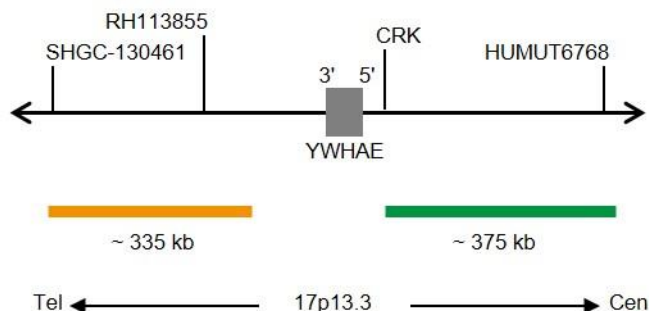

Abb. 1: SPEC YWHAE Sondenlokalisation (nicht maßstabsgetreu)
- ZyGreen (Anregung 503 nm/Emission 528 nm) markierten Polynukleotiden (~10 ng/μl), die gegen Sequenzen in 17p13.3\* (chr17:1,339,752-1,716,668) gerichtet sind, welche proximal zur YWHAE-Bruchpunktregion lokalisiert sind (siehe Abb. 1).
- ZyOrange (Anregung 547 nm/Emission 572 nm) markierten Polynukleotiden (~4,5 ng/μl), die gegen Sequenzen in 17p13.3\* (chr17:791,171-1,124,746) gerichtet sind, welche distal zur YWHAE-Bruchpunktregion lokalisiert sind (siehe Abb. 1).